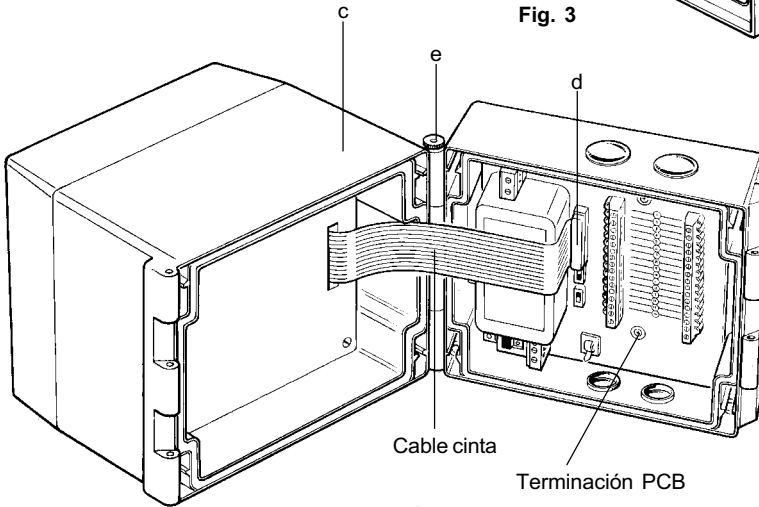

Fig. 4
3. Abra la caja girando el frente "c" sobre la bisagra izquierda (Fig.4).